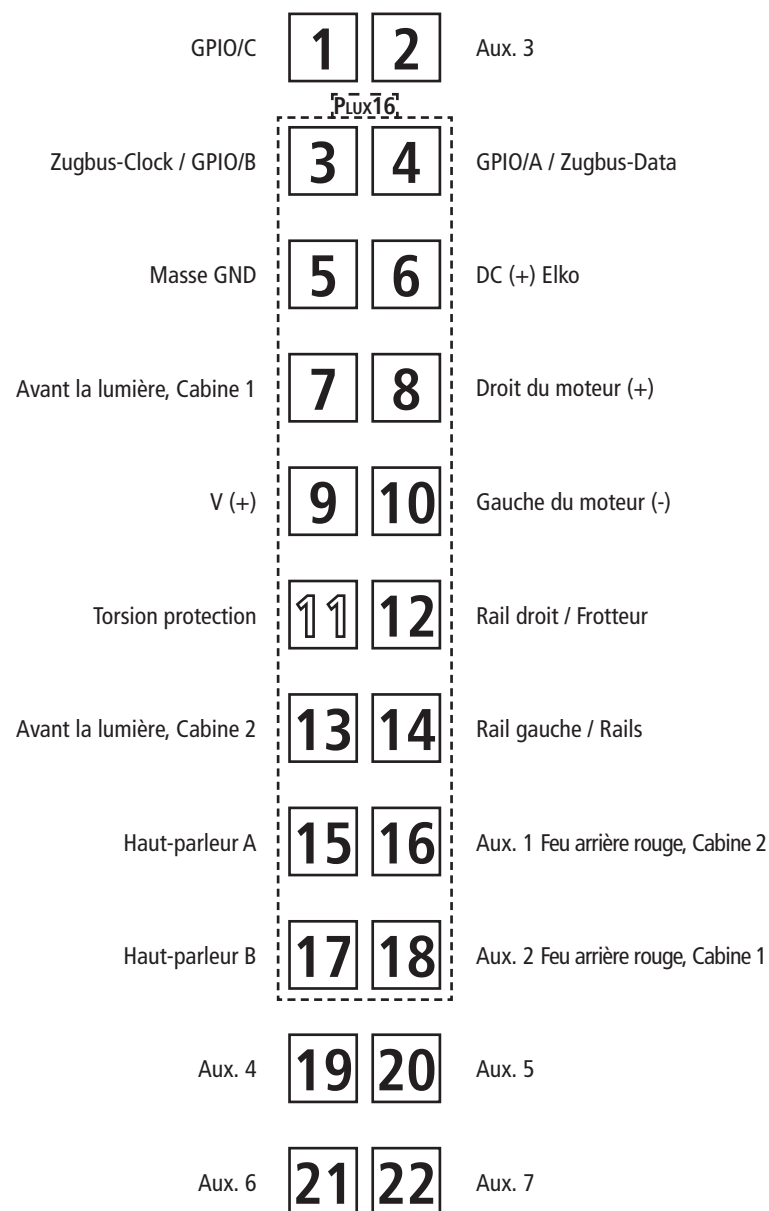
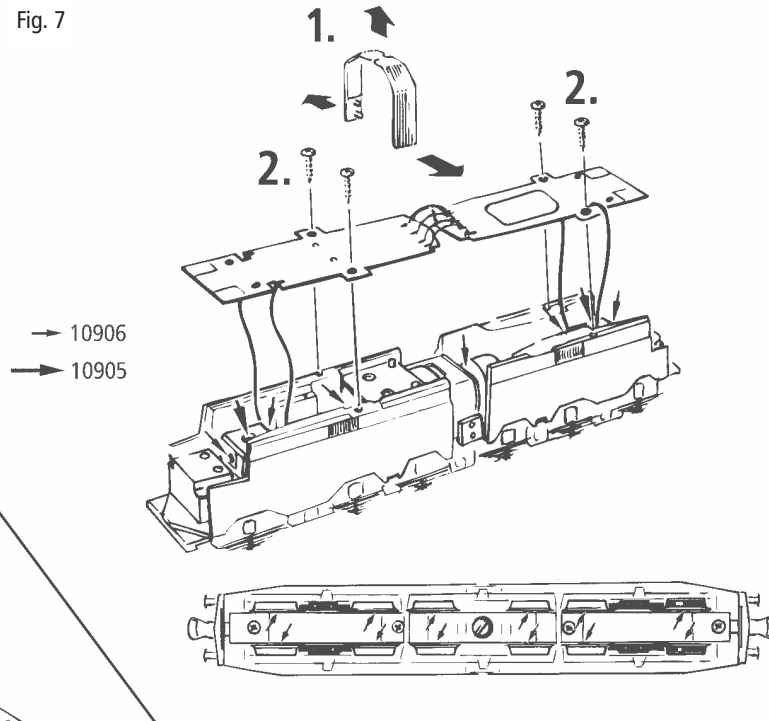
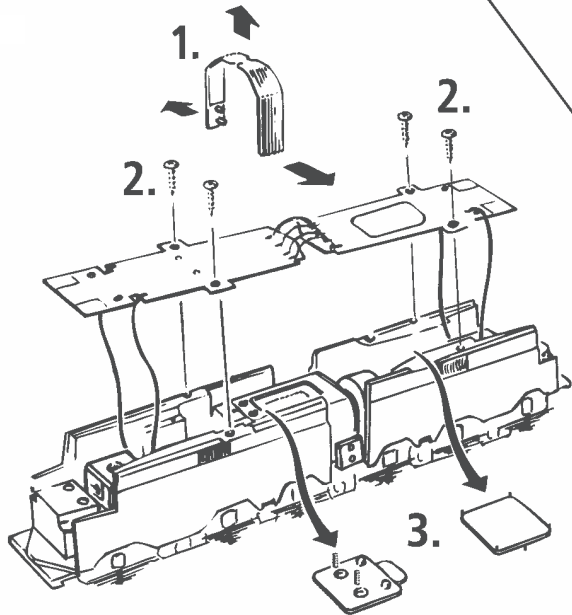
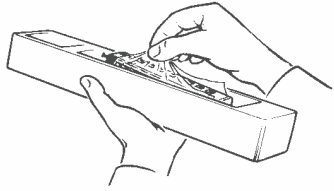

Fig. 6
Fig. 8
Fig. 9
Fig. 3
2. Schmierung: Versehen Sie die im Schmierplan in Fig. 6+7 gekennzeichneten Stellen mit nur **kleinen Öltropfen**. Dazu zuerst das Lokgehäuse abnehmen (Fig. 3). Wir empfehlen den **ROCO Öler Art.-Nr. 10906**. Fürs Schmieren der Getriebeteile (Zahnräder, Schnecke) empfehlen wir das **ROCO-Spezialfett Art.-Nr. 10905**. Im Falle der Schmierung diese Teile **nicht ölen**.
Mehrzugbetrieb: Zuerst Lokgehäuse abnehmen (Fig. 3). Danach den Brückenstecker aus der Schnittstelle entfernen (diesen sorgsam aufbewahren). Danach den Stecker des Decoders lagegerecht einsetzen (Fig. 4).
3. Haftreifenwechsel: Zuerst den Getriebedeckel abnehmen (Fig. 6). Danach den **Radsatz** herausnehmen und die **Haftreifen** mit einer Nadel od. mit einem feinen Schraubendreher abziehen (Fig. 9). Beim Aufziehen der neuen Haftreifen darauf achten, dass diese sich nicht verdrehen.
4. Kohlebürstenwechsel: Lokgehäuse abnehmen (Fig. 3). Danach wird der Motor ausgebaut und die Kohlebürsten ausgewechselt (Fig. 8).
2. Lubrication: Apply **tiny oil drops** to spots marked in fig. 6+7. Prior to lubrication dismantle locomotive (fig. 3). We recommend using item no. **10906, Roco oiler**. For lubrication the gearparts (e.g. cogwheels, worm) we should recommended our Roco **special grease** (item no. **10905**).
3. Change of traction tyre: Remove the gear cover (fig. 6). Take out **wheel set** and remove **traction tyre** using a pin or a fine screwdriver (fig. 9). When pressing on the new traction tyre please **avoid twisting it**.
4. Carbon Brush Changing: First remove loco body (fig. 3), and then the motor (fig. 8).
1. Nettoyage des lames de courant aux roues: Les lames de contacts risquent de s'encrasser rapidement sur des voies poussiéreuses. Veuillez **enlever la poussière** aux endroits marqués à la fig. 6 à l'aide d'un petit pinceau souple.
2. Graissage: N'appliquez **qu'une toute petite goutte** aux endroits indiqués par le plan de graissage (fig. 6+7) après avoir démonté la caisse de la locomotive (fig. 3). Nous vous recommandons **le graisseur à huile Roco réf. 10906**. Pour graisser les engrenages (roues dentées, vis sans fin) nous vous conseillons la **graisse spéciale Roco réf. 10905** pour engrenages en matières synthétiques. Lorsque vous utilisez cette graisse il faut éviter d'huiler ces composants.
3. Échange des bandages d'adhérence: Démontez d'abord **le couvercle du carter des engrenages** des engrenages (fig. 6). Délogez ensuite les essieux bandagés et enlevez, à l'aide d'une aiguille ou d'un tournevis fin, les bandages d'adhérence (fig. 9). Lors du montage des nouveaux bandages veuillez veiller à ce que les bandages **ne soient pas tordu**.
4. Remplacement des balais du moteur: Démontez la caisse (fig. 3). Démontez ensuite le moteur et échangez le balais (fig. 9).